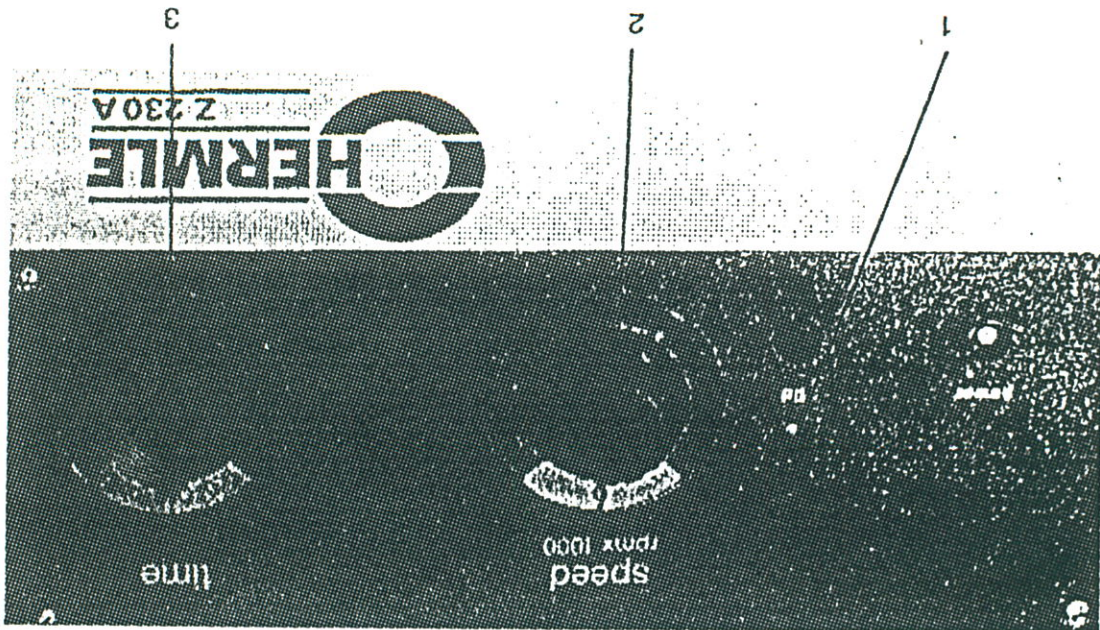

Fig. 10
Med knappen (2) vælges hastigheden trinløst mellem 500 og 5000 rpm. Før hastigheden indstilles, er det vigtigt at kende det maksimalt tilladte omdrejningsstal for den monterede rotor (se side 7). Den indstillede tid kan reproducere med en nøjagtighed på $\pm 2\%$. (Se fig. 10).
Hvis centrifugen ønskes stoppet inden udløb af tiden, kan dette gøres ved at dreje knappen (3) til "OFF" positionen. Når timerknappen (3) drejes modurs til tegnet 00, vil cen- trifugen køre konstant til knappen igen stilles på "OFF". (Se fig. 10).